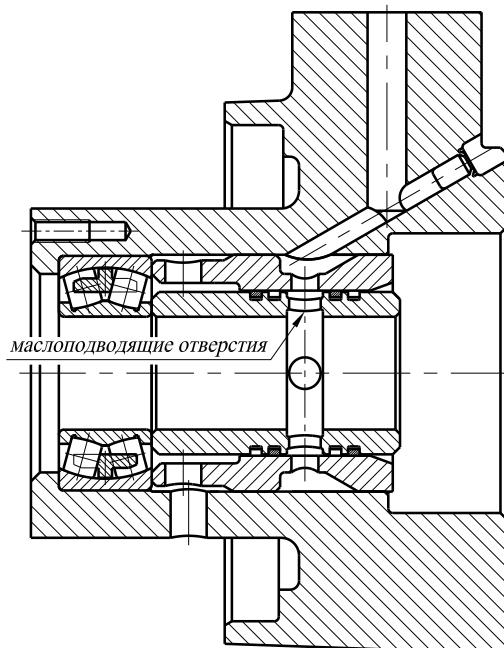

Рис. 130. Установка распорных втулок в
3. Установку распорных втулок в корпус привода необходимо проводить, как показано на рис. 130, чтобы обеспечить совпадение маслоподводящих отверстий.